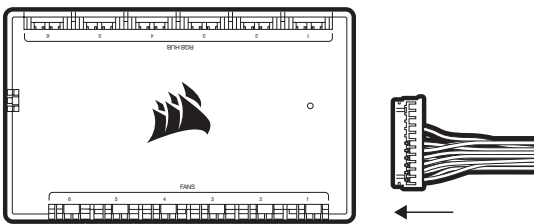

Abbildung 1
- > Verbinden Sie das 24-polige Pumpenkabel mit Ihrem COMMANDER CORE (Abbildung 1).